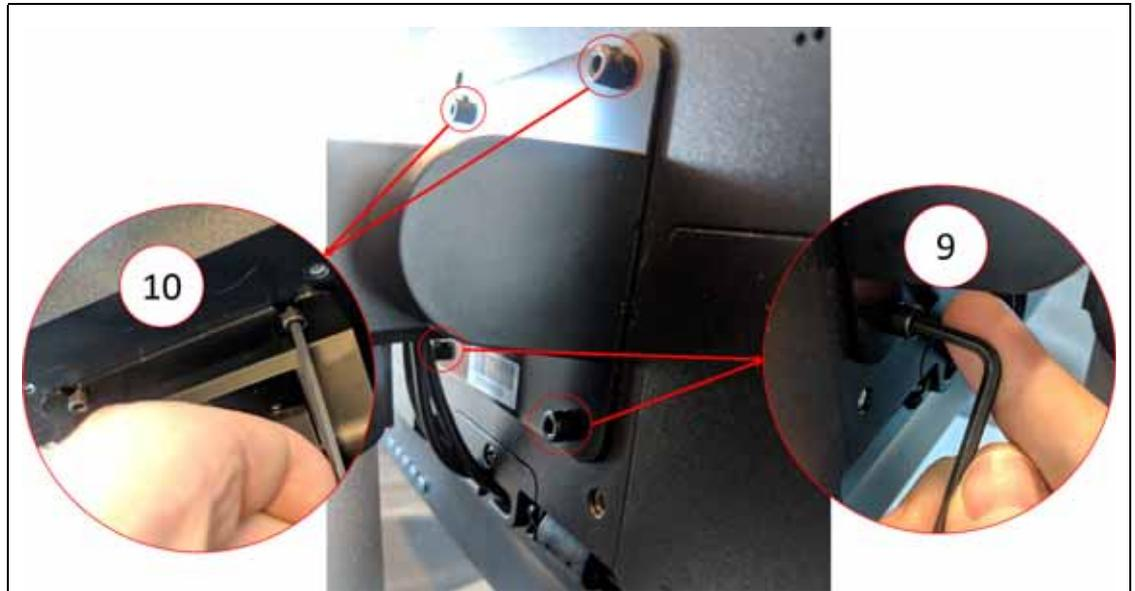

Figure 15-15 Retrait des vis de l'affichage
11. Utilisez une clé Allen à angle droit de 4 mm ou une clé hexagonale pour retirer les deux vis à tête cylindrique inférieures de la plaque de retenue qui fixe l'écran tactile au socle. Veuillez-vous reporter à la légende 9 dans Figure 15-15.
12. Utilisez la clé Allen à angle droit de 4 mm ou la clé hexagonale pour desserrer les deux vis à tête cylindrique de la plaque de retenue qui fixe l'écran tactile au socle. Veuillez-vous reporter à la légende 10 dans Figure 15-15.